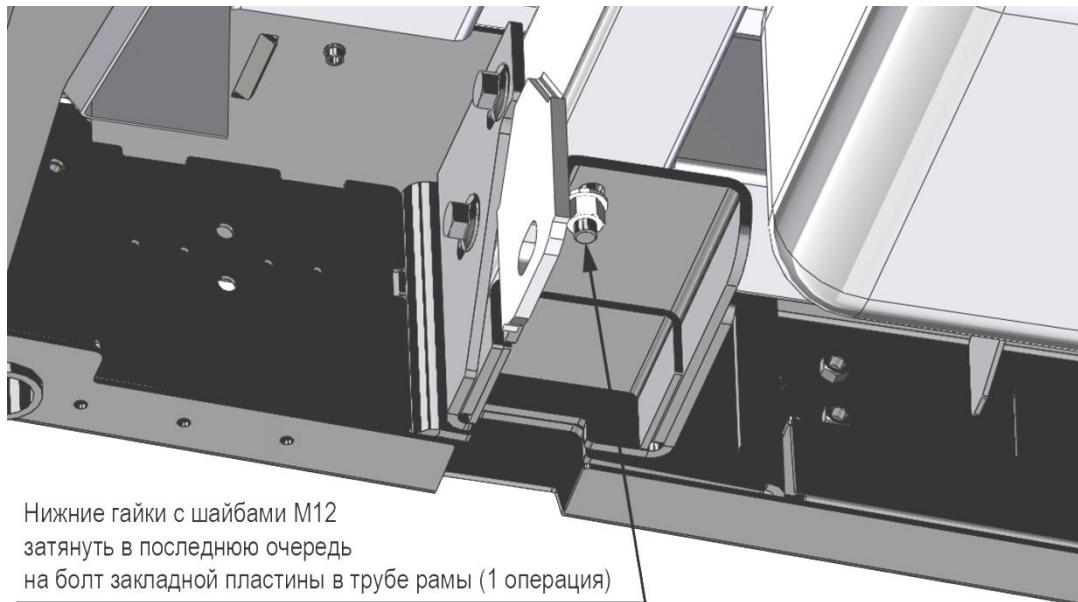

Рис. 13 Последняя операция по установке бампера.
- Притягиваем все гайки В ПЕРВУЮ ОЧЕРЕДЬ ЗЯТИГИВАЕМ ШТАТНУЮ БУКСИРНУЮ ПРОУШИНУ NISSAN, затем тянем гайки кронштейнов (бампера, кронштейнов рамы) ВНИМАНИЕ! Нижние гайки M12 - кронштейнов рамы Рис.13 - затянуть в последнюю очередь болт закладной пластины, которая устанавливалась в первую очередь.